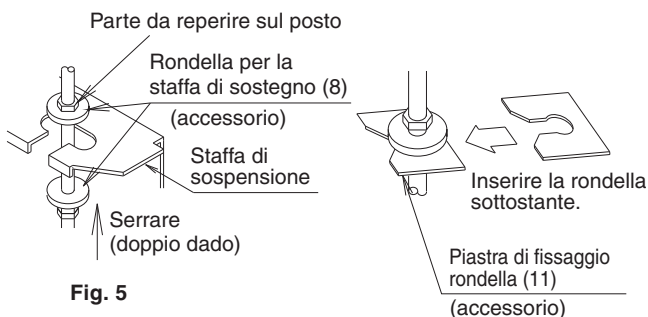

Fig. 5
(1) Installazione temporanea dell'unità interna.
- Fissare la staffa di supporto al bullone di sospensione. Fissare saldamente la staffa di supporto mediante un dado e una rondella dal lato superiore e da quello inferiore. **(Fare riferimento alla Fig. 5)**